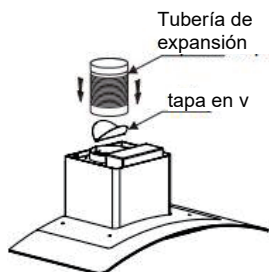

Imagen 4
6. Coloque la tapa en V en la unidad principal y fije el tubo de expansión a la salida con una brida. Véase la imagen 4. Coloque la unidad principal en los tornillos de montaje de la pared. Véase la imagen 5. **Nota: La tubería de expansión no está incluida con el producto.**